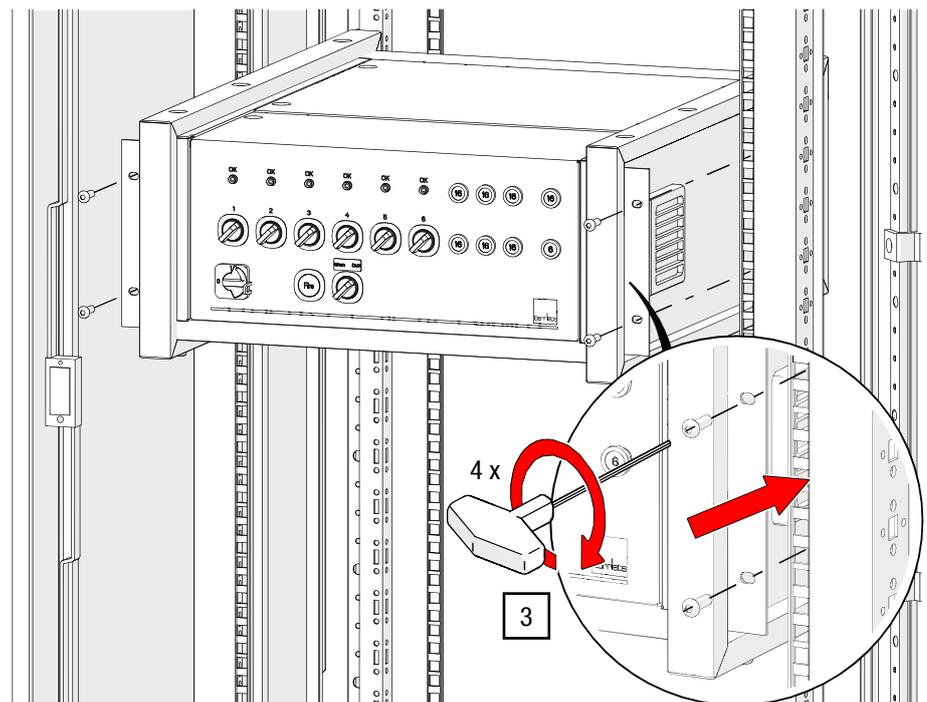

Abb. 26: G-FRAME im Rack verschrauben
3. Positionieren Sie die Steuerung G-FRAME im 19-Zoll-Rack und verschrauben Sie diese mit geeignetem Montagematerial (siehe Abb. 26).